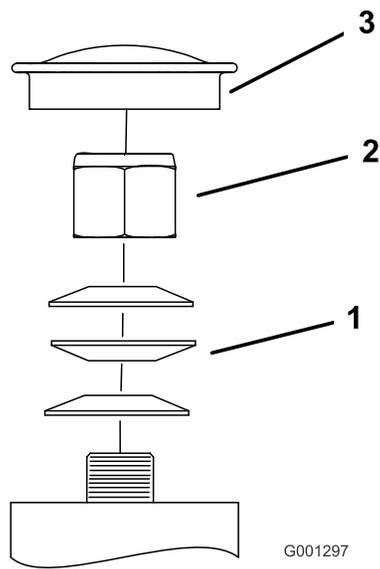

Figure 59
3. Retirez le capuchon antipoussière de la roue pivotante et serrez le contre-écrou (Figure 59).
4. Continuez de serrer le contre-écrou jusqu'à ce que les rondelles élastiques soient aplaties, puis desserrez-le de 1/4 de tour pour obtenir la précharge correcte des roulements (Figure 59).
**Important:** Veillez à placer les rondelles comme illustré (Figure 59).
5. Remettez le capuchon antipoussière en place (Figure 59).